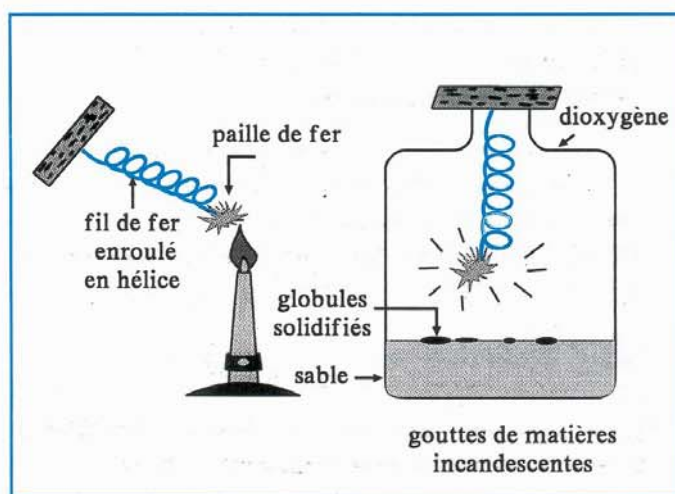

Fig. 2. Combustion du fer dans le dioxygène.
* L'expérience de la figure 2 montre que le fer, préalablement porté à l'incandescence, brûle dans le dioxygène. L'unique produit de la combustion est l'oxyde magnétique de fer Fe_3O_4 . L'équation-bilan de la combustion s'écrit :